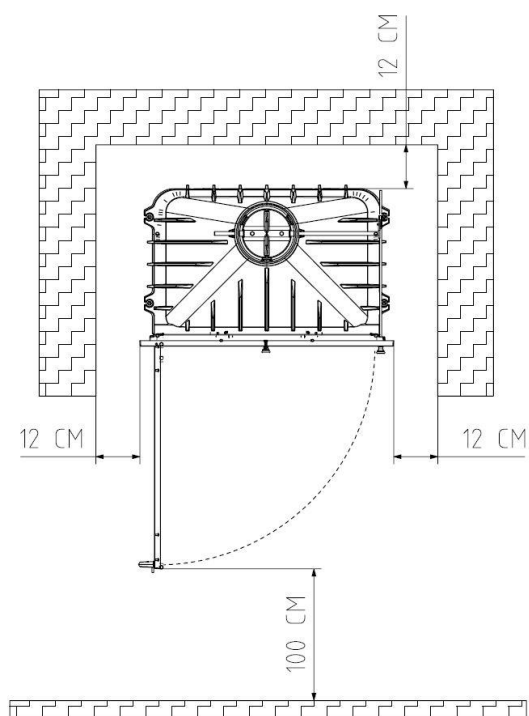

Figura 10
- Durante il collocamento della stufa, rispettate le distanze di sicurezza necessarie, sia dell'apparecchio sia della canna fumaria, dalle superfici combustibili (pareti in legno, carte da parati, pavimento in legno, ecc.). Le stesse distanze dovranno essere rispettate qualora il rivestimento delle pareti o delle aree circostanti possa subire un deterioramento o deformazione a causa della temperatura (pitture, vernici, P.V.C., ecc.). Vedere figura 10.